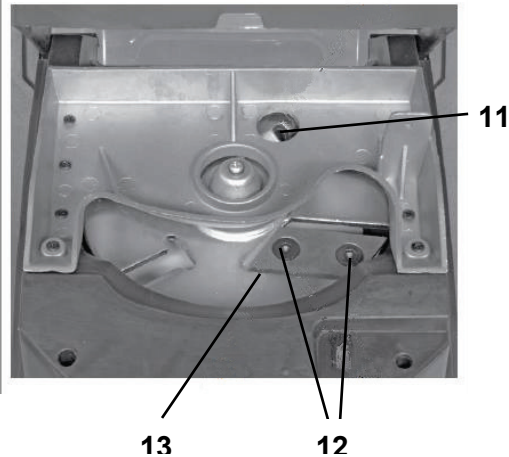

Рис. 5
2. Вставьте торцовый шестигранный ключ в отверстие (11, рис.5) и зафиксируйте его.
3. Ослабьте винты (12, рис.5) с помощью торцового шестигранного ключа.
4. Переверните или замените ножи (13, рис. 5).